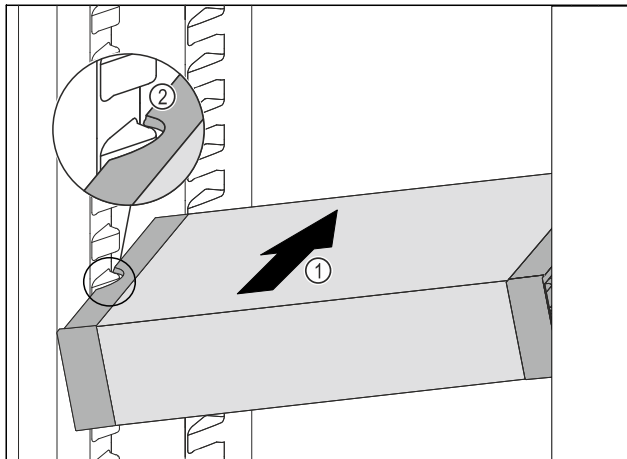

Fig. 31
- VarioSafe schräg in das Kühlteil einschieben Fig. 31 (1), bis sich die seitlichen Aussparungen Fig. 31 (2) des VarioSafes auf Höhe der Behälterrippe im Kühlteil befinden.